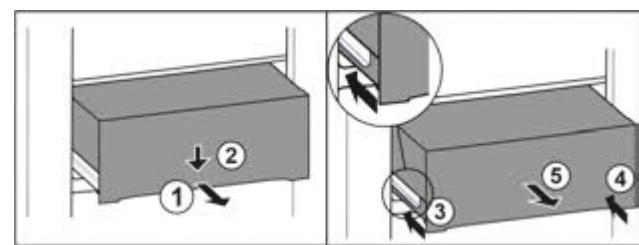

Fig. 88
- Витягніть ящик на половину. Fig. 88 (1)
- Спрямуйте висувний ящик вниз спереду. Fig. 88 (2)
- Вставте ліву рейку приблизно на 2 см. Fig. 88 (3)
- Вставте праву рейку приблизно на 2 см. Fig. 88 (4)
- Вийняти висувний ящик рухом вперед. Fig. 88 (5)